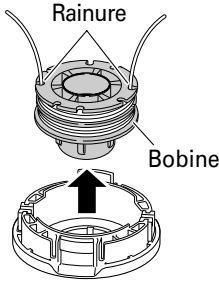

Fig. 23
- (3) Déposer la bobine du châssis. (Fig. 23)